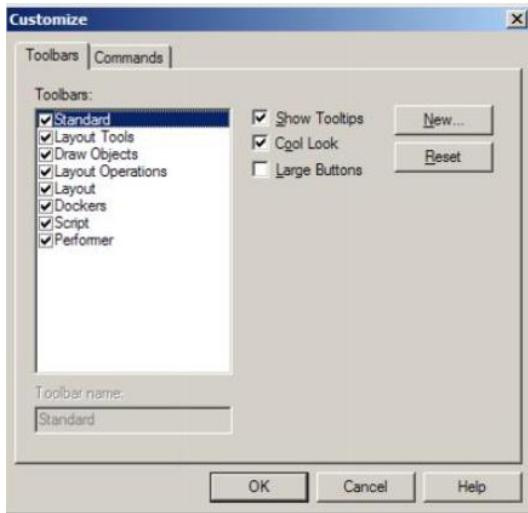

Figura 9: Pestaña de la caja de diálogo -Personalizar barras de herramientas
1. En el menú Herramientas, seleccione Personalizar. Aparece el cuadro de diálogo Personalizar (ver Figura 9).
Aparece el cuadro de diálogo Personalizar (ver Figura 9).